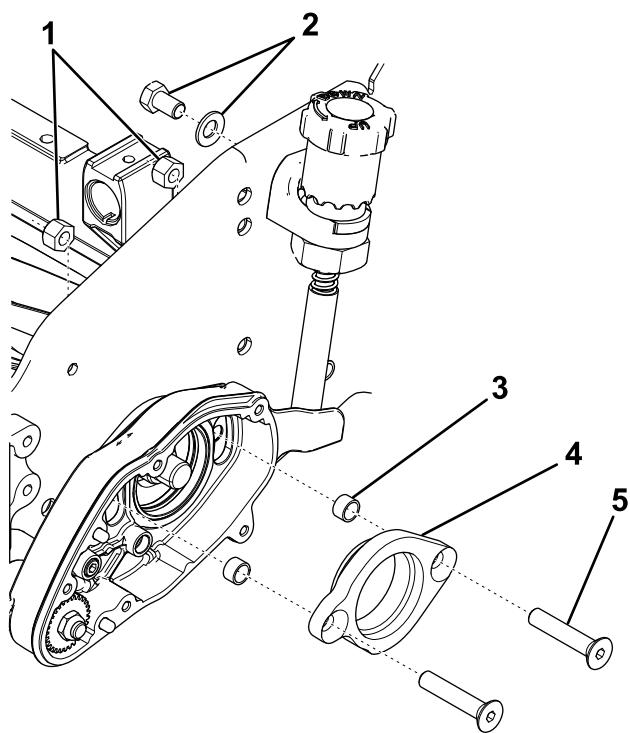

图3
6. 卸下将调节旋钮固定到侧板上的螺栓和垫圈 图3。
7. 从疏草刀壳体上拆下平头螺丝、锁紧螺母和轴承适配器 图3。
8. 取下并丢弃隔片 图3。